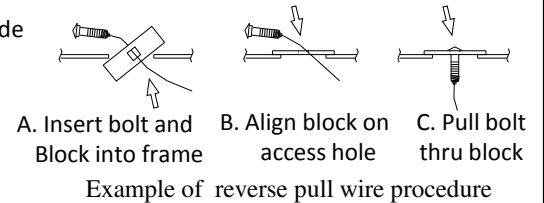

Figure 2
2. Use reverse pull wire procedure. See Figure 2. To install carriage bolt (1) and spacer (2) in frame rail. See Figure 2. Leave pull wire attached.
2. Use reverse pull wire procedure to install forward carriage bolt (1) and spacer (2). See Figure 2. Leave pull wire attached.
2. Utiliser la procédure du fil de tirage inverse. Voir la Figure 2. Pour installer le boulon d'attelage (1) et l'espaceur (2) sur le longeron. Voir la Figure 2. Laisser le fil de tirage fixé.